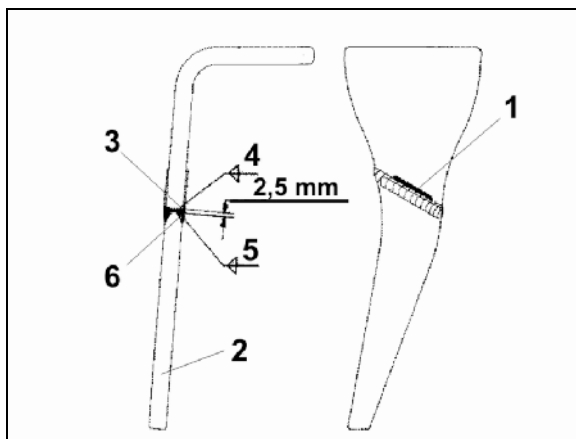

Bild 69
2. Gör en markering (Bild 69/1) för kapning av harvpinnen
3. Kapa den gamla harvpinnen längs markeringen (Bild 69/1)
4. Svetsa fast den påsvetsbara spetsen (Bild 69/2) med rotsträng (Bild 69/3) på den gamla pinnstumpen och låt harvpinnen svalna
5. Efter slitlayersvetsning (Bild 69/6) kan pinnen åter användas.